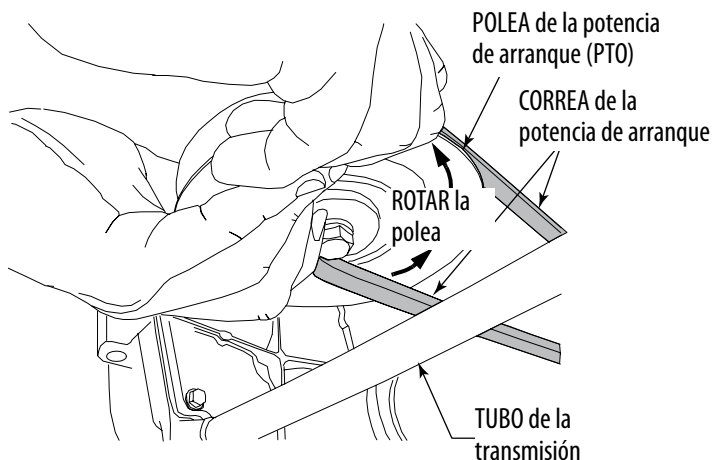

Figura 7-5
- Mientras sostiene la correa hacia abajo, siga girando la polea de la potencia de arranque (PTO) hasta que la correa se deslice fuera de la polea. Vea la Figura 7-5.
- Tire del lado derecho de la correa hacia atrás y coloque el lado V angosto de la correa en la polea de la potencia de arranque (PTO). Vea la Figura 7-5.
- Mientras sostiene la correa y la polea juntas, rote la polea hacia la izquierda (Vea la Figura 7-5). Siga sosteniendo y rotando la polea y la correa hasta que la correa se enrolle totalmente en la polea de la potencia de arranque (PTO).